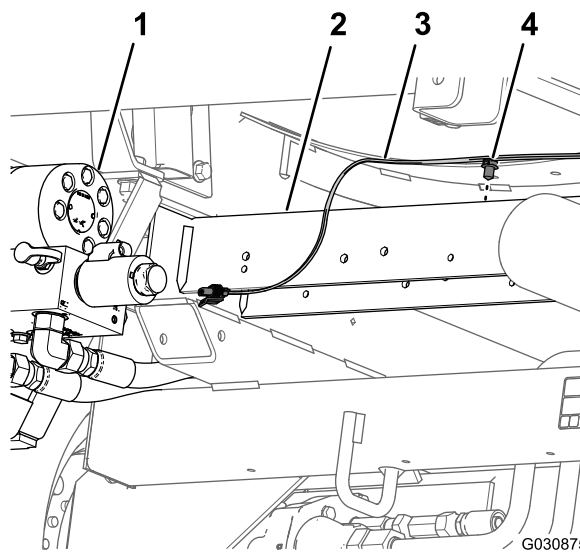

Figura 26
6. Rimuovete il dispositivo di fissaggio a spinta che fissa il cablaggio preassemblato posteriore (Figura 26) ai fori sul tubo trasversale posteriore (dietro ai motori di trazione idraulica).